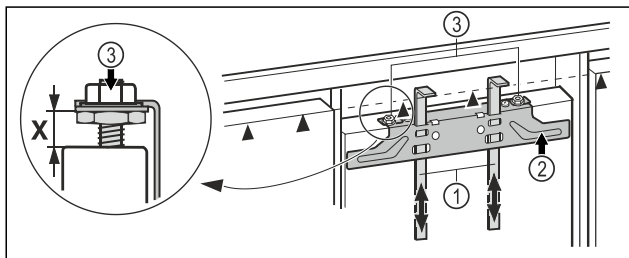

Fig. 43
- Монтажные приспособления Fig. 43 (1) сдвиньте вверх на высоту мебельного фасада. Нижняя упорная кромка ▲ монтажного приспособления = верхней кромке мебельной двери, которую планируется смонтировать.
- Открутите крепежную поперечину Fig. 43 (2) с помощью контргайк Fig. 43 (3).